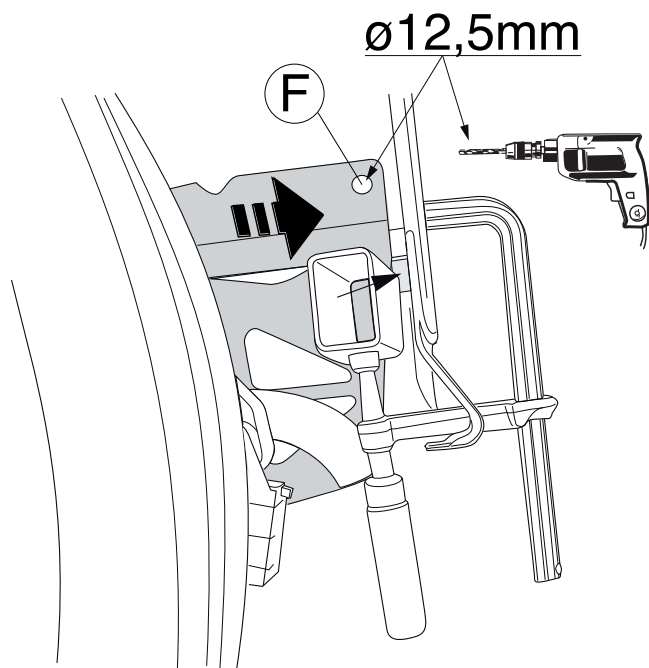

Fig. 2
7. Просверлить отверстие диаметром 12,5 мм в точке F, как указано на рис. 2.